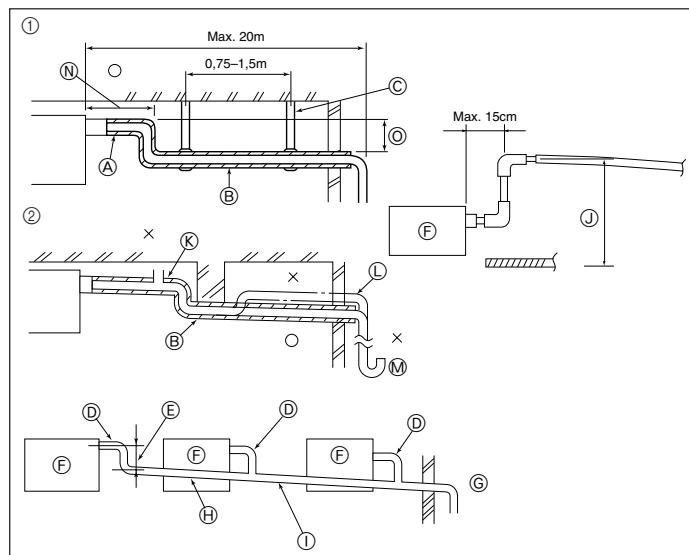

Fig. 3-4
3.3. Installazione della tubazione di drenaggio (Fig. 3-4)